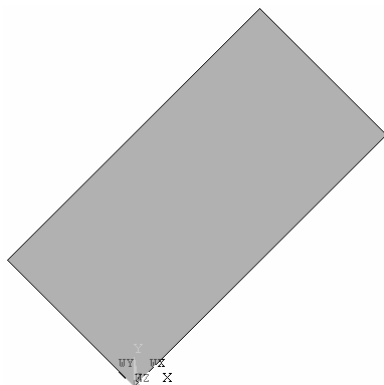

图 2-11 生成的矩形
(5) 图形界面出现一个矩形（见图 2-11）。图的右下角有两个坐标系。其中旋转了 45° 的坐标系为工作坐标系（坐标轴用 WX、WY、WZ 表示），未旋转的为全局坐标系（坐标轴用 X、Y、Z 表示）。